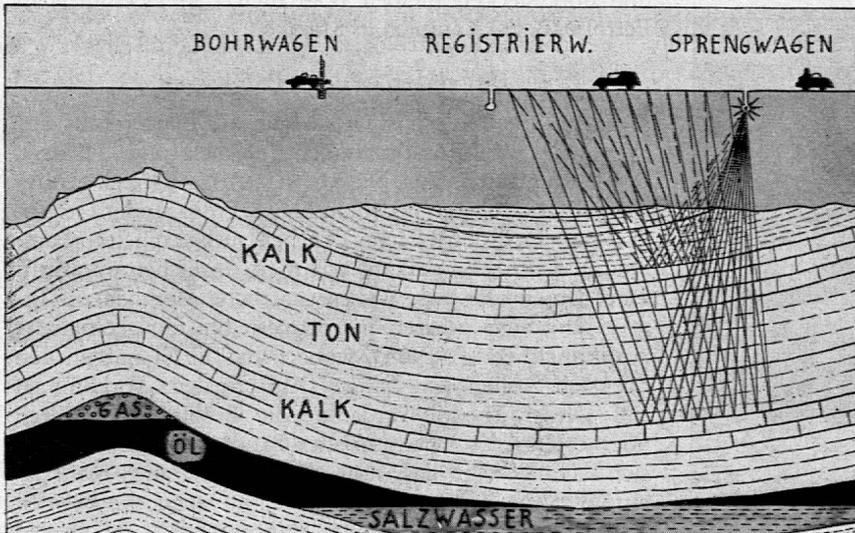

Fig. 2.
**Seismik.** Sie arbeitet mit künstlichen Explosionen und der Registrierung der reflektierten Bebenwellen (Fig. 2).